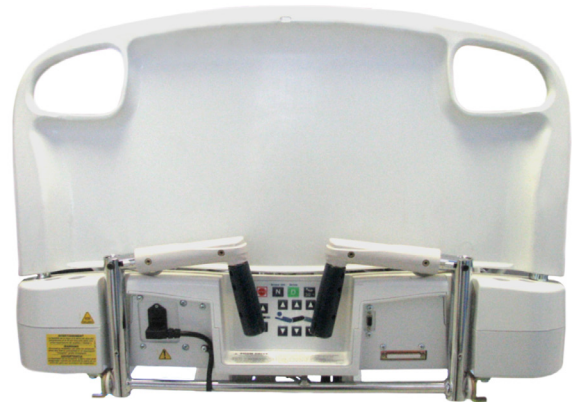

Figure 25
- Les poignées peuvent être rangées dans la section de tête (voir figure 25).